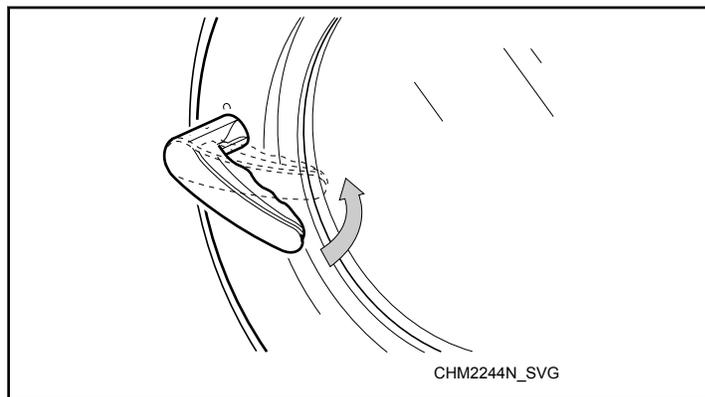

Figure 43
4. Fermer la porte et tourner la poignée dans le sens inverse des aiguilles d'une montre. Se reporter à la *Figure 43*.